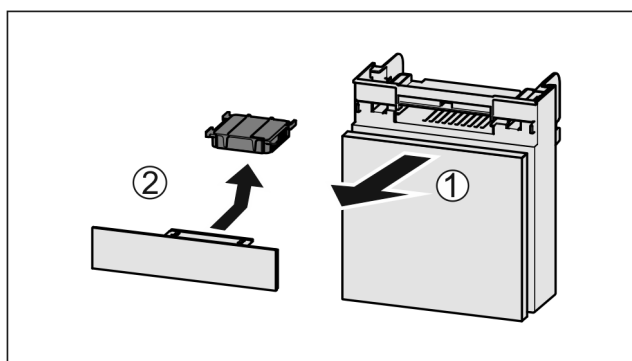

Fig. 155
- ▶ 向前拉出 Fig. 155 (1) 抽屉。
- ▶ 取出 Fig. 155 (2) 活性炭过滤器。